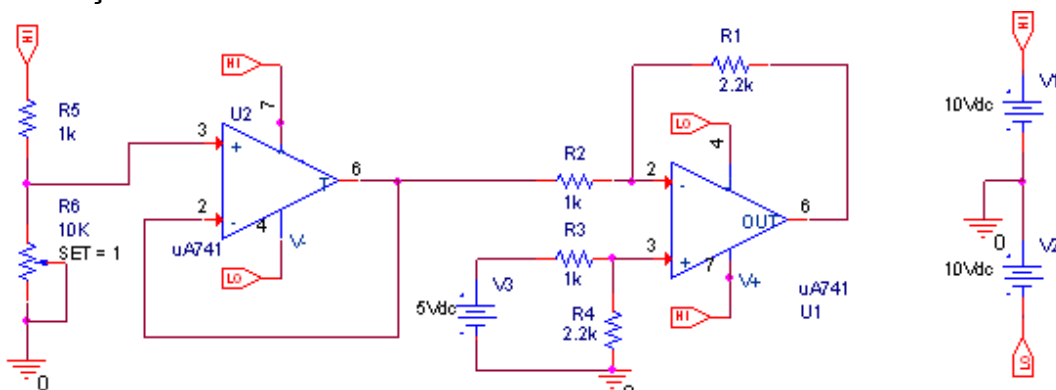

Figura 2: Amplificador diferencial para experiência
- Calcule o valor da tensão de saída do circuito da figura 2 para cada uma das combinações de tensões de entrada da tabela I.